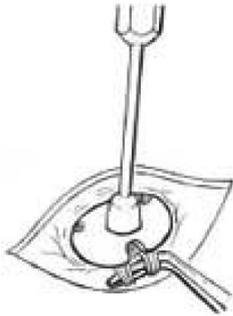

図2
- (2) または、腱索を引っ張りながら僧帽弁の前尖の面積とサイズの面積を比較し、前尖に最も近い面積のサイズを特定し、対応する弁形成リングを選択する (図2)。